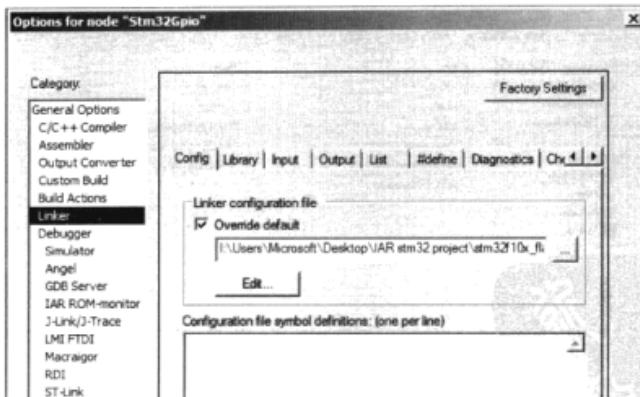

图 6.1.9 选择脚本文件
c) 切换至 Linker 界面 Config 选项卡, 选中 Overrider default, 并在下面的路径框中选择 IAR stm32 project 文件夹下的 stm32f10x_flash.icf 脚本文件, 如图 6.1.9 所示。